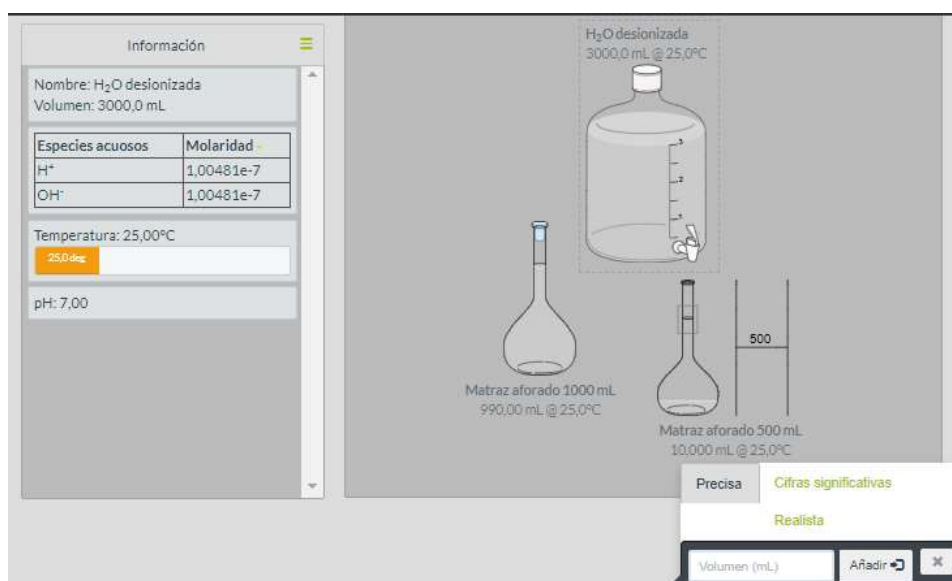

Figura 9. Simulador *Making stock solutions from solids*.
10. Coloque el agua desionizada sobre el matraz volumétrico de 500 [ml] y añada el volumen necesario para completar hasta la marca del aforo. La disolución así preparada es la disolución 1 (figura 9).